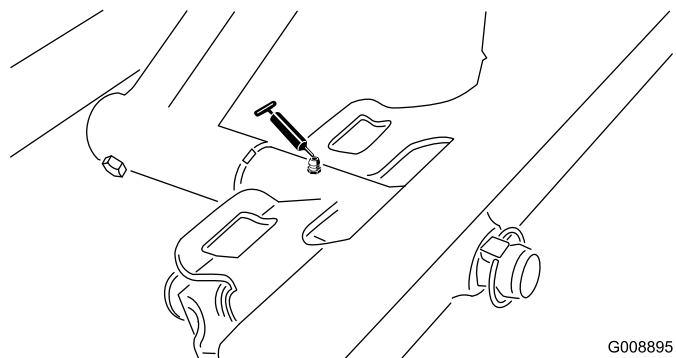

Figura 32
- Articulação da unidade de corte dianteira (Figura 32)